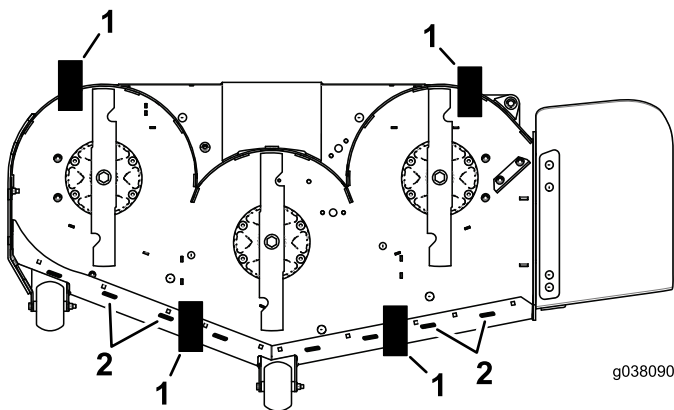

Figure 121
9. Placez deux cales (voir tableau ci-dessous) sous le bord arrière de la jupe du tablier de coupe, une de chaque côté (Figure 121).